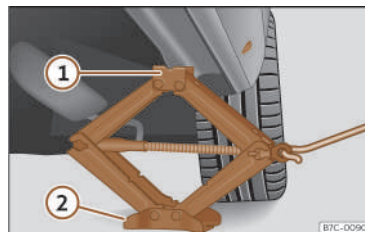

Fig. 186 Longherone: posizionamento del cric del veicolo.
- Ruotare la manovella del cric, posto sotto il punto di appoggio del longherone, per alzarlo finché la linguetta ① >>> fig. 186 non avrà raggiunto l'alloggiamento previsto.
- Allineare il cric in modo tale che la linguetta ① “si agganci” nell'apposito alloggiamento del longherone e la piastra mobile ② resti appoggiata a terra. La piastra ② deve cadere sul lato verticale rispetto al punto di appoggio ①.